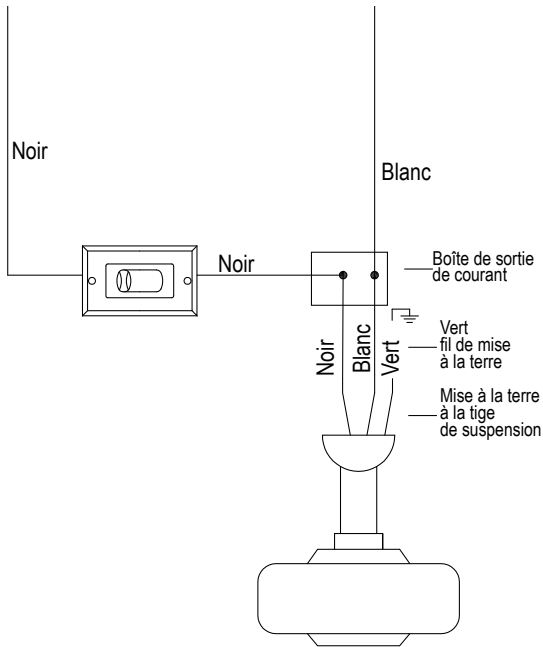

Fig. 7
Étape 5. Tournez les capuchons de connexion vers le haut et poussez les fils à l'intérieur de la boîte de sortie de courant avec précautions. (Fig. 7)